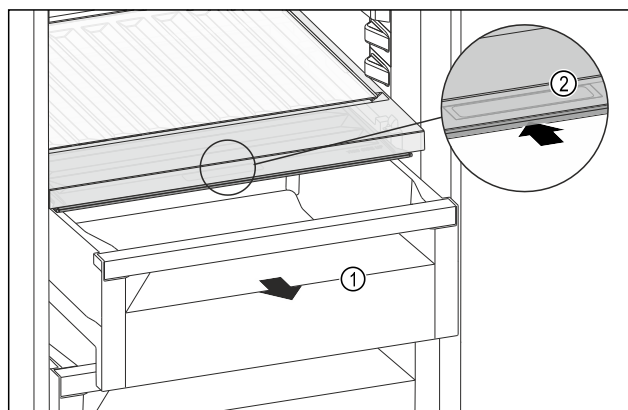

Fig. 171
- Izvlecite predal Fig. 171 (1).
- Primite prijemalno vdolbino Fig. 171 (2) na pokrovu predala in pokrov predala istočasno potisnite nazaj.